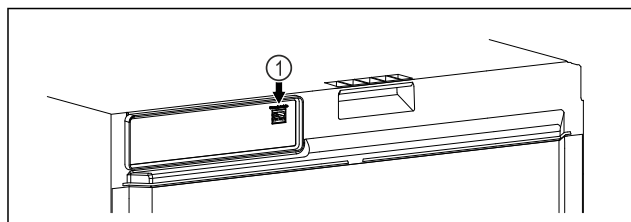

Fig. 114
- ☐ SmartModule Fig. 114 (1) naudojamas.